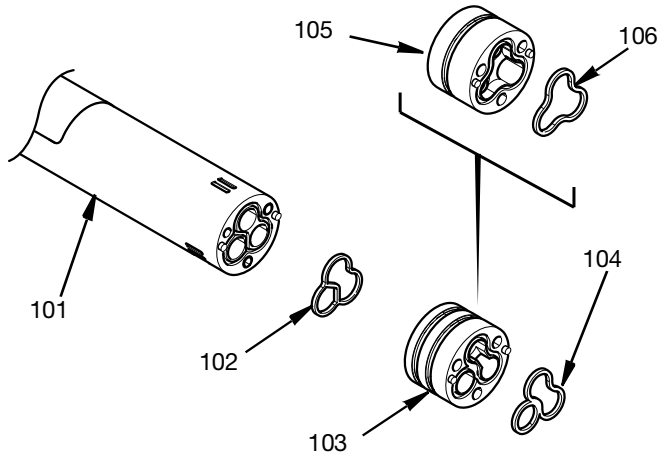

FIG. 28
8. Inserte una junta de adaptador (102) nueva en la ranura de la cara del cuerpo central (101). Empuje el adaptador pertinente (103/105) sobre el cuerpo central al tiempo que alinea los orificios de las clavijas del adaptador con los pasadores de posicionamiento.
Coloque una junta nueva (104) para el adaptador de dos materiales (103) o una junta (106) para un adaptador de un solo material (105). Consulte la FIG. 28.